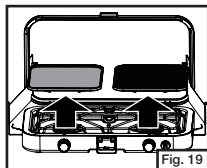
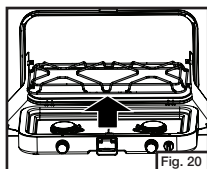

Fig. 19
Fig. 20
- Soulevez l'accessoire grill, la plaque chauffante et le support de casserole. (Fig. 19 & Fig. 20)